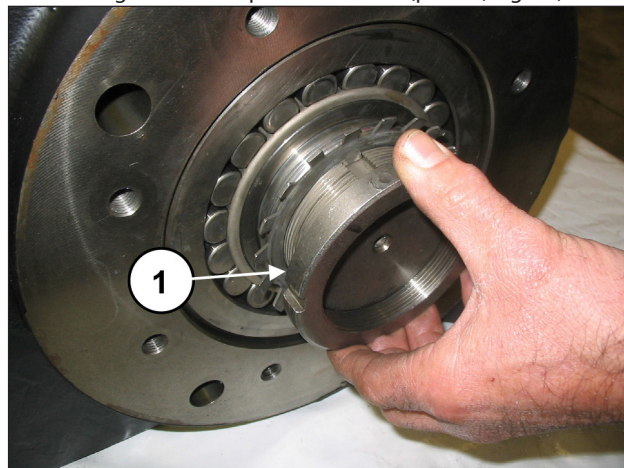
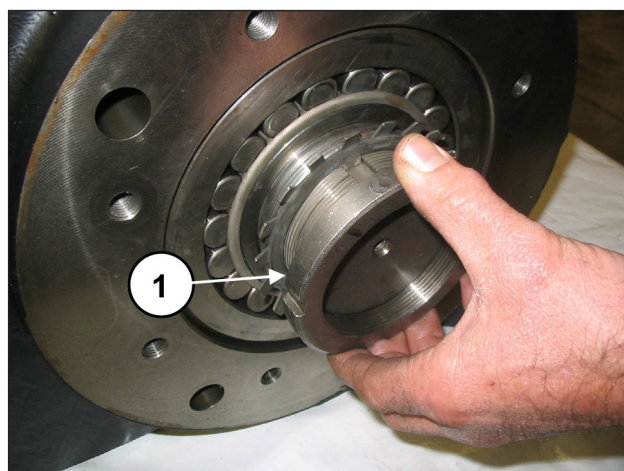
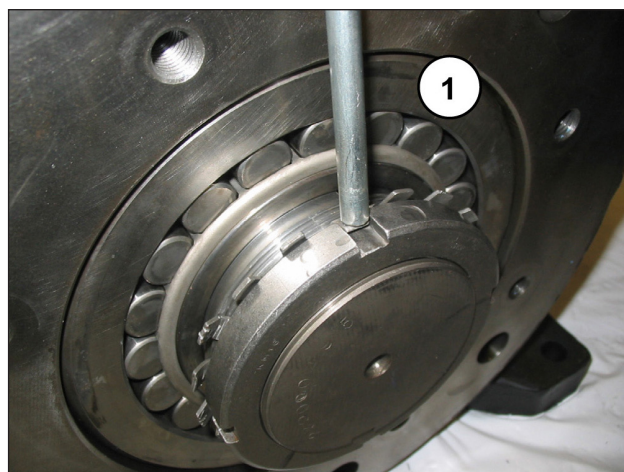

Fig. 53
Fig. 54
Fig. 55
Solte o anel, insira a arruela de segurança (pos. ①, Fig. 53), e reaperte completamente o anel (pos. ①, Fig. 54), em seguida, dobre a lingueta de bloqueio da arruela (pos. ①, Fig. 55).